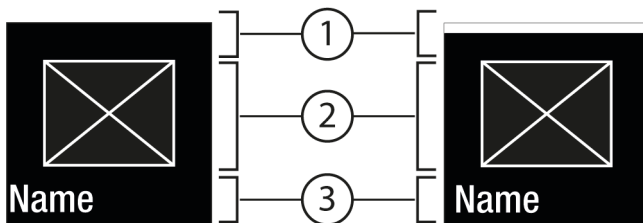
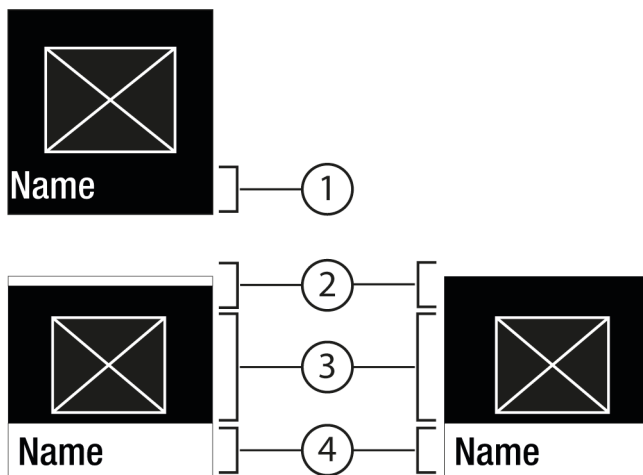

Fig. 6
Fig. 7
- S tipko za potrditev Fig. 5 (2) priključete podmeni Fig. 7 (4).
- Nastavitev nove vrednosti: S tipko za potrditev Fig. 5 (2) izberite deaktivirano vrednost Fig. 6 (1).
- Nazaj v meni: S tipko za potrditev Fig. 5 (2) izberite že aktivirano vrednost Fig. 6 (2).
- ▷ Stanje: aktivirano *Fig. 6 (1)* se na kratko pokaže v podmeniju *Fig. 7 (4)*.